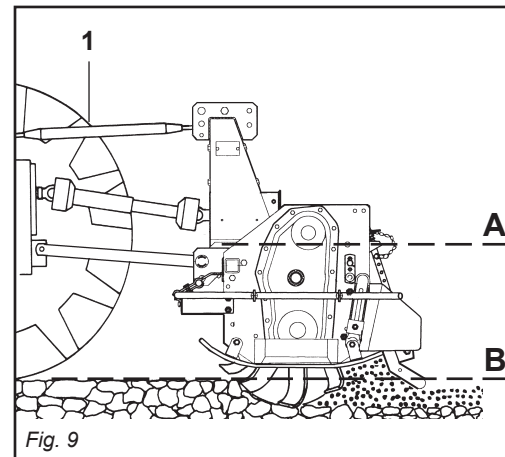

Fig. 9
- 4) Collegare il terzo punto superiore ed effettuare una corretta regolazione con il tirante (1 Fig. 9) verificando che il piano superiore della macchina (A Fig. 9) risulti parallelo al piano terra (B Fig. 9). Ciò è molto importante allo scopo di ottenere il parallelismo tra l'asse della macchina e quello della presa di forza del trattore.
- 4) Connect the upper third-point and correctly regulate by means of the adjuster (1 Fig. 9), checking that the upper surface of the machine (A Fig. 9) is parallel to the ground (B Fig. 9). This is very important since it achieves parallelism between the axis of the machine and that of the tractor pto. When the implement operates in these conditions, there will be less stress on the pto itself while the cardan shaft and implement will be much less subject to wear.
- 4) Reliez le troisième point supérieur et réglez correctement à l'aide du tirant (1 Fig. 9).
Assurez-vous que le plan supérieur de la machine (A Fig. 9) soit pratiquement parallèle au terrain (B Fig. 9).
- 4) Den oberen Kupplungspunkt anschließen und den oberen Lenker (1 Abb. 9) korrekt einstellen. Sicherstellen, daß die obere Haubenkante der Maschine (A Abb. 9) parallel zum Boden (B Abb. 9) steht.
- 4) Conectar el tercer punto superior y efectuar una correcta regulación con el tirante de regulación (1 Fig. 9) controlando que el plano superior de la máquina (A Fig. 9) resulte paralelo al plano al nivel del suelo (B Fig. 9). Esto es muy importante para obtener paralelismo entre el eje de la máquina y el eje de la toma de fuerza del tractor. Esto permite limitar los esfuerzos sobre la toma de fuerza misma y hacer durar el árbol cardánico y la máquina misma.